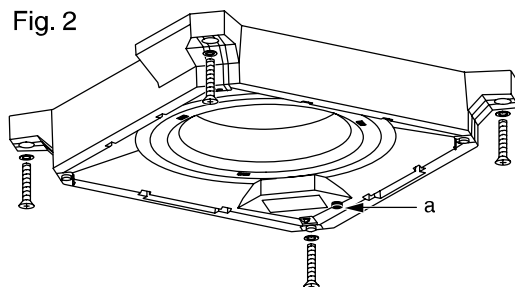

Fig. 1
- Oter l'ensemble grille (Fig. 1.)
- Enlever le bouchon de vidange (Fig. 1, rep. a) et recueillir l'eau résiduelle dans un seau.
- Remove the grid assembly (Fig. 1)
- Remove the drain plug (Fig. 1, item a) and collect the residual water in a bucket.
- Die Gittervorrichtung abnehmen (Abb. 1)
- Den Ablassstopfen (Abb. 1, Pos. a) entfernen und das restliche Wasser in einem Eimer auffangen.